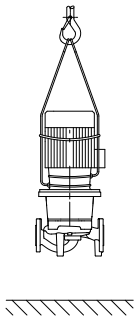

Fig. 29: Transporte de la bomba
- En este caso, las argollas de transporte del motor solo sirven como guía durante la suspensión de la carga (Fig. 29).